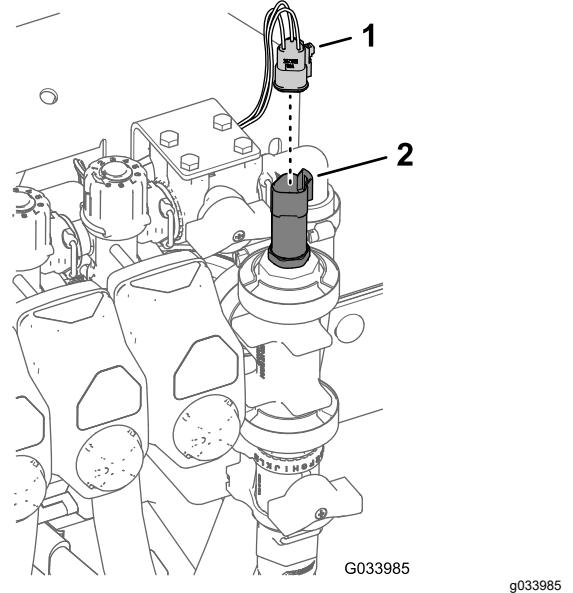

图 35
- 用 4 个凸缘头螺栓 6 x 16mm 和 4 个凸缘锁紧螺母 6mm 将控制阀支架组装到歧管安装架上 图 35 上紧螺栓扭矩至 1012N·m。
- 连接压力传感器的 3 插槽接头 图 35。